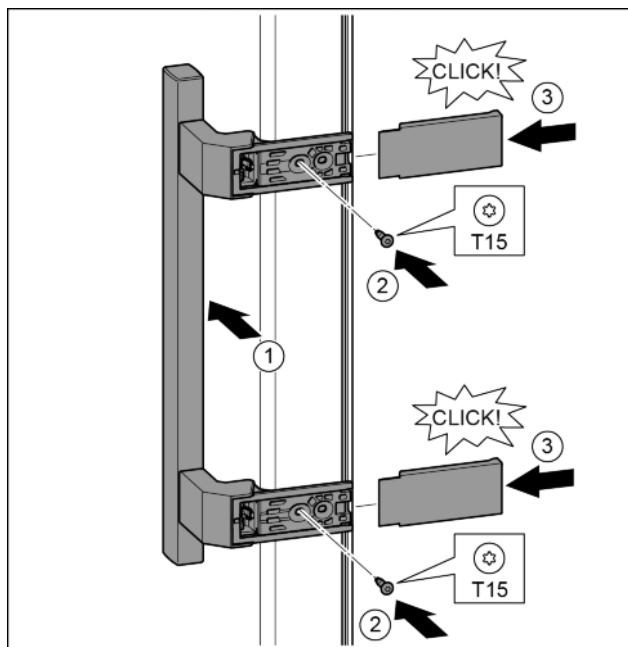

Fig. 22
- Установить ручку на противоположной стороне. *Fig. 22 (1)*
- Затянуть винты отверткой T15. *Fig. 22 (2)*
- Установить крышки сбоку и надвинуть. *Fig. 22 (3)*